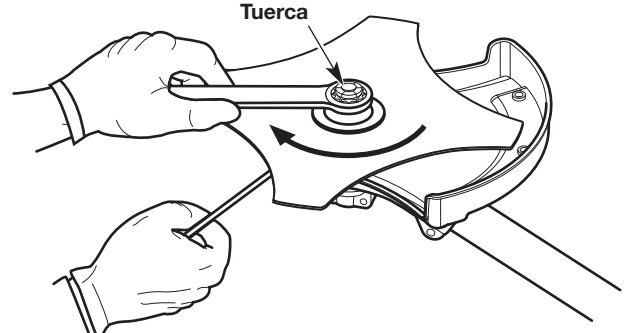

Fig. 27
3. Mantenga la varilla de seguridad en su lugar (Fig. 27).
4. Mientras sostiene la varilla de seguridad en su lugar, afloje la tuerca girándola en el sentido de las agujas del reloj con una llave de tuercas (Fig. 27).